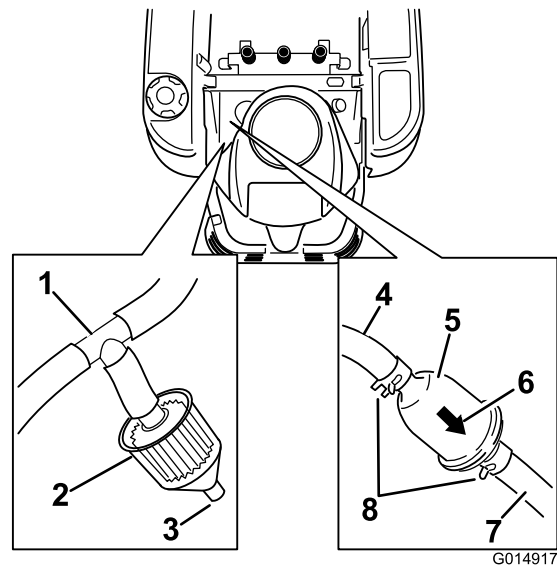

Figura 37
3. Levante el asiento y localice los filtros de combustible, según se muestra en Figura 37.
4. Apriete los extremos de las abrazaderas y deslícelas por el tubo alejándolas del filtro (Figura 37).
6. Instale un filtro nuevo – la flecha que indica el sentido de flujo debe apuntar hacia el motor. Acerque las abrazaderas al filtro (Figura 37) para sujetarlo.
Algunas máquinas incorporan un filtro de emisiones (Figura 37) conectado a un acoplamiento en T instalado en el tubo de ventilación que viene del depósito de combustible. El filtro tiene un conector abierto por diseño. El filtro debe ser inspeccionado regularmente. Cambie el filtro si está sucio u obturado.